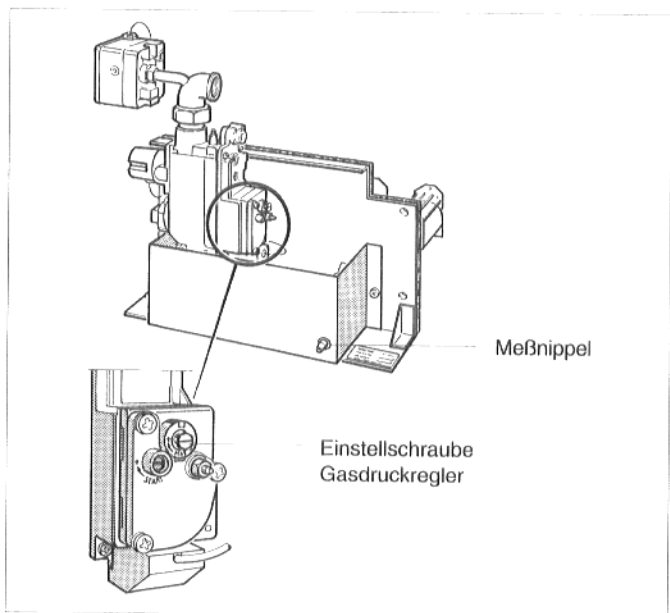

Abb. 12: Gasbrenner mit "Junkers" CE 423 I, Stadtgas
- Korrigieren Sie den Düsendruck durch Drehen der Einstellschraube des Gasdruckreglers (Abb. 12) nach rechts (+) oder links (-), bis Sie am Gaszähler den richtigen Wert ablesen.
- Korrigieren Sie den Düsendruck von Brenner 1 durch Drehen der Einstellschraube des Gasdruckreglers (Abb. 12) nach rechts (+) oder links (-), bis Sie am Gaszähler den richtigen Wert ablesen.